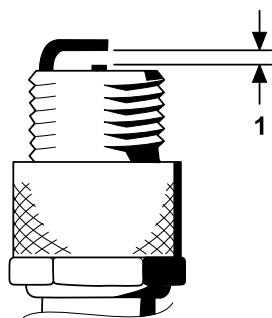

図 34
4. 図 34 のように、電極間のエアギャップを 0.76 mm に調整する。